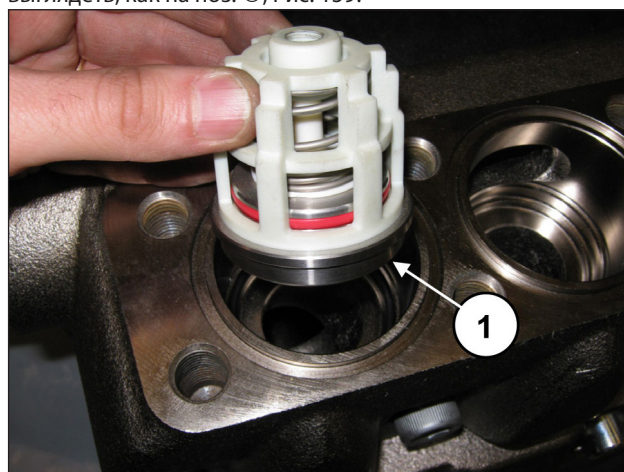
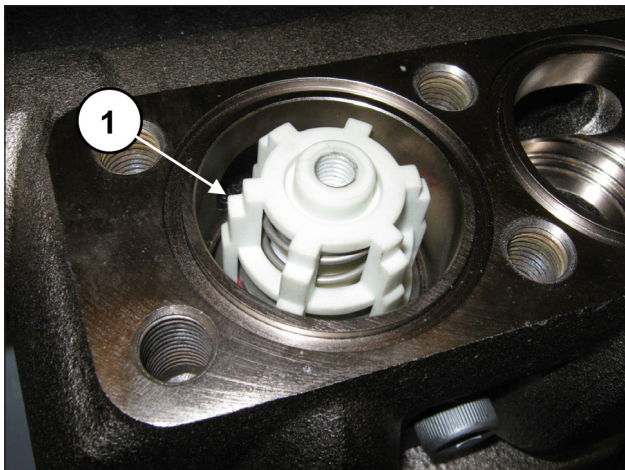

Рис. 158
Рис. 159
Убедитесь, что уплотнительное кольцо круглого сечения и упорное кольцо правильно сели на свои места. Вставьте узел нагнетательного клапана (поз. ①, Рис. 158). Клапанный узел в сборе должен быть вставлен до упора и выглядеть, как на поз. ①, Рис. 159.